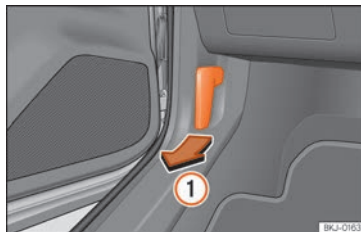

Abb. 171 Entriegelungshebel im Fahrerfußraum.
- Öffnen Sie die Tür und ziehen Sie an dem Hebel unterhalb der Instrumententafel >>> **(Abb. 171) ①**.